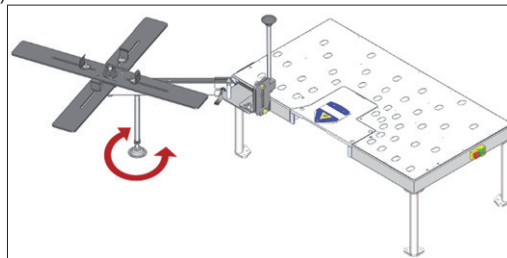

**Abb. 6**
- Montieren Sie die zentralen Rollen des Bandspenders (Abb. 6), wobei die mittleren Anschläge hinzugefügt oder entfernt werden können, um einen anderen Bandrollendurchmesser zu verwenden. (Abb. 7)